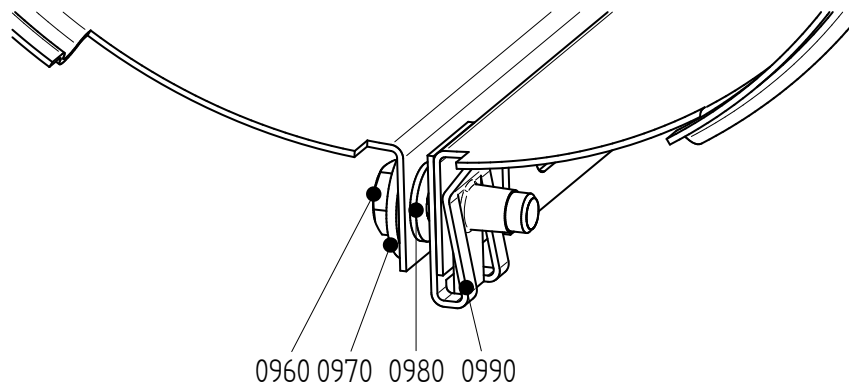

Figura 15: Instalación de la cubierta.
- 1 Afloje los pernos (0960). Consulte figura 15.
- 3 Cierre la cubierta y coloque un tornillo (0960). Consulte figura 15.
- 5 Cierre la cubierta y coloque un tornillo (0960). Consulte figura 15.